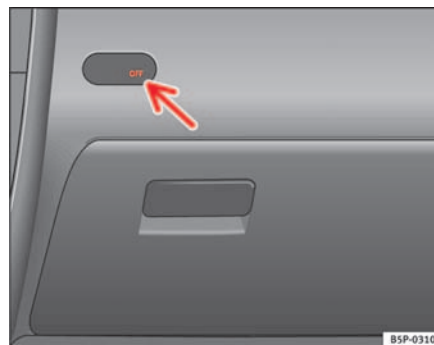

Fig. 27 Spia della disattivazione degli airbag del passeggero anteriore
- Verificare se, a quadro acceso, la spia "OFF" posta sulla plancia ⇒ fig. 27 rimane accesa ⇒ ⚠.
- Verificare se, a quadro acceso, la spia ⇒ pag. 46, fig. 27 posta sulla plancia *non* si accende ⇒ .